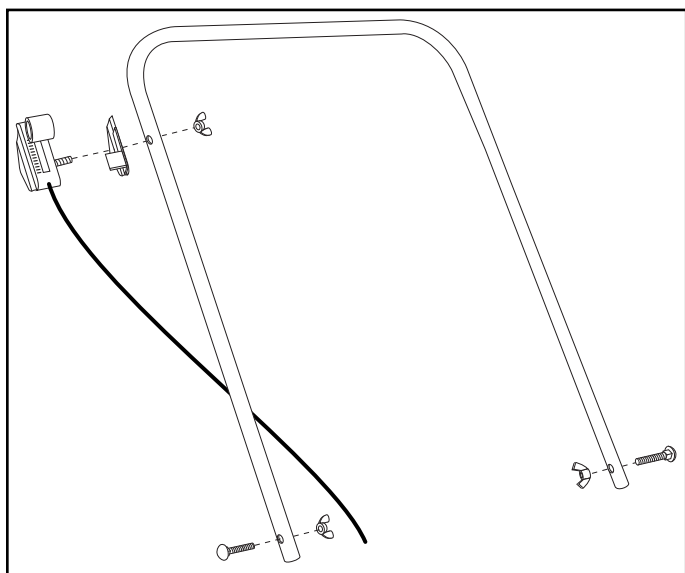

FIGURE 1
1. Fixez la poignée tubulaire sur les pieds tubulaires en utilisant les deux boulons de carrosserie de 1/4 po. x 2 po. et deux écrous à oreilles en nylon. Voir figure 1.
2. Fixez le câble de contrôle à la poignée tubulaire en utilisant un boulon de carrosserie de 1/4 po. x 2 po. et un écrou à oreilles en nylon. Voir figure 1.
2. Pour un meilleur résultat, répandez l'engrais ou les graines entre les bordures de gazon les plus étroites, puis effectuez deux passages de chaque côté afin de tourner la machine et répandez entre ces deux bandes. Voir figure 1.